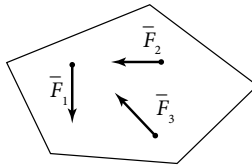

Рис. 7
**Система сил** — это совокупность нескольких сил, приложенных к телу или материальной точке (рис. 7).